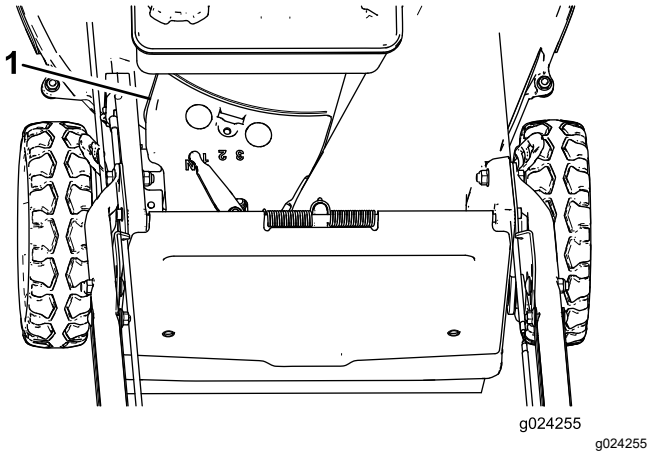

Figura 35
3. Retire la cubierta de la correa (Figura 35) de la carcasa de corte.